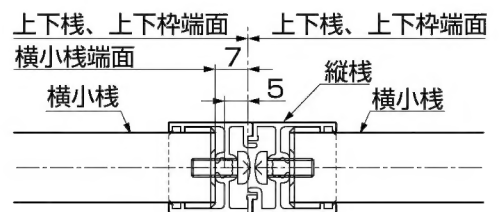

図1-5
- 縦柵は、フェンス連結時に左右のパネルが重なり合うように取付けてください。(図1-5参照)
③縦柵と上枠・下枠を【1-1】【1-2】で取付けて、上柵・下柵をもとのように取付けてください。